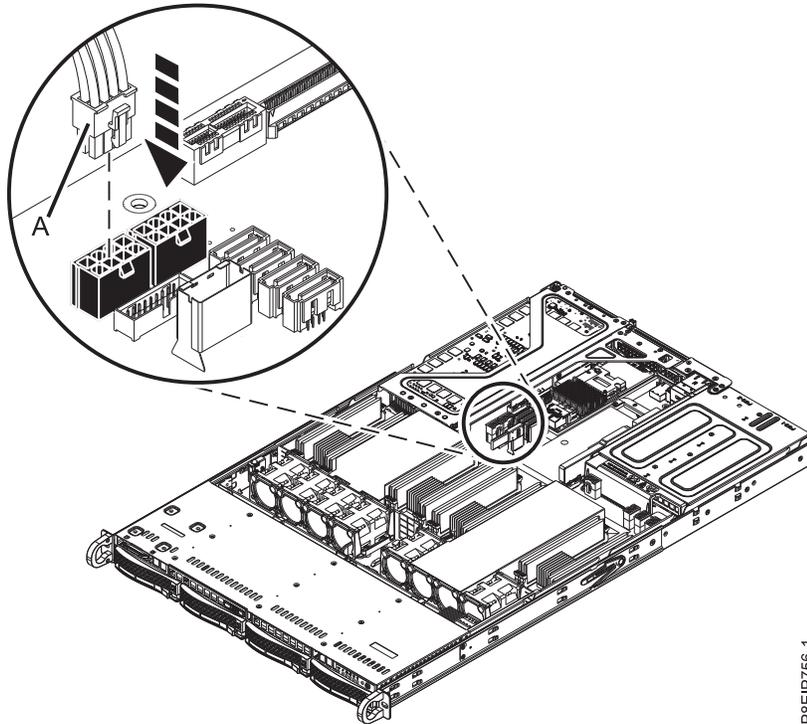

Abbildung 18. Netzkabel des Grafikprozessors an die Systemrückwandplatine anschließen
8. Schließen Sie das Netzkabel des Grafikprozessors an die Systemrückwandplatine an (siehe Abb. 18 auf Seite 20). Stellen Sie sicher, dass die Kabelklemme am Anschluss einschnappt.